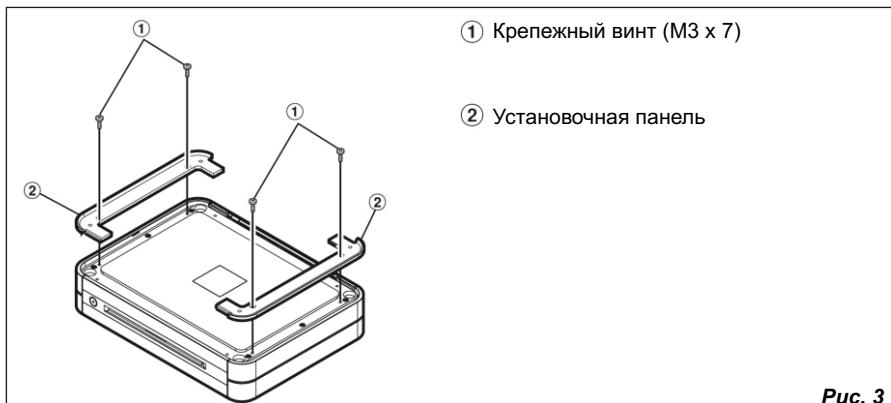

Рис. 3
2. Закрепите на первом усилителе пластины (входящие в комплект других усилителей PDX) винтами M3 x 7 (входящими в комплект других усилителей PDX). Смотрите рис. 3.